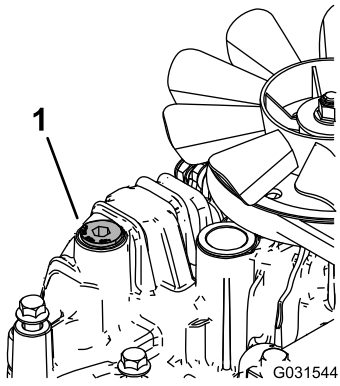

Figure 76
- Dévissez le bouchon d'aération sur chaque transmission pour qu'il soit desserré et ballotté (Figure 76).